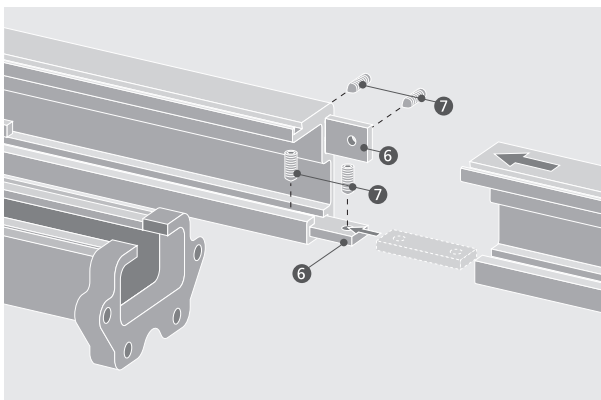

Abbildung 5.6.3
- Seitenabstützungen untereinander durch jeweils zwei mitgelieferte Verbindungsstücke (6) verbinden. Anzugsdrehmoment für die Gewindestifte (7) 4,3 Nm. (Abb. 5.6.3)